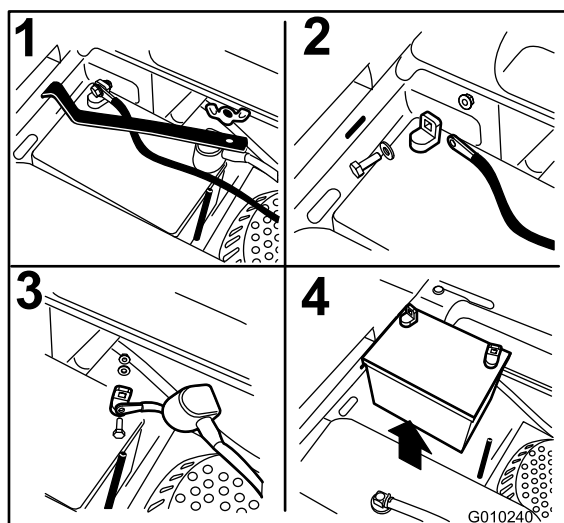

Figure 41
3. Retirez l'écrou à oreilles qui fixe la barrette de maintien de la batterie (Figure 41).
4. Déposez la barrette de maintien (Figure 41).
5. Commencez par débrancher le câble négatif (noir) de la borne négative (-) (noire) de la batterie (Figure 41).
6. Enlevez le capuchon rouge de la borne positive (rouge) de la batterie et débranchez le câble positif (+)(rouge) (Figure 41).
1. Placez la batterie dans son support en tournant les bornes à l'opposé du réservoir de carburant (Figure 41).
4. Fixez les câbles avec 2 boulons, 2 rondelles et 2 contre-écrous (Figure 41).
6. Reposez la barrette de maintien et fixez-la avec l'écrou à oreilles (Figure 41).